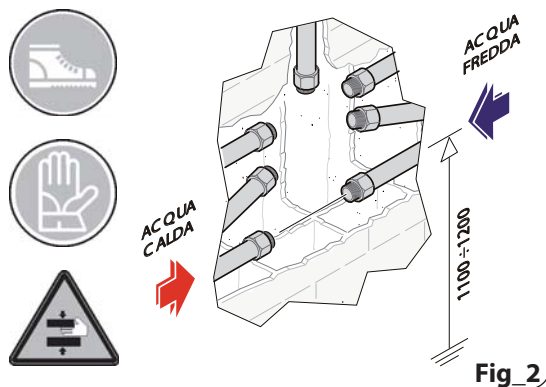

Fig. 2
2. Alloggiare i tubi idraulici per l'alimentazione dell'acqua fredda nella parte inferiore destra e dell'acqua calda nella parte inferiore sinistra. Nella parte superiore, alloggiare i tubi idraulici per l'erogazione ai servizi. (fig. 2) (deviatore).
2. Lodge the cold water supply pipes to the lower right hand side, while the hot water pipes to the left. On both the top area, lodge the sanitary supply pipes (diverter) (Fig. 2).
2. Den Kaltwasseranschluss unten rechts und den Warmwasseranschluss unten links unterbringen (Abb.2). Im oberen Bereich das Ansatzrohr für den Wasserauslauf (Umsteller) unterbringen.
2. Loger les tuyauteries hydrauliques pour l'alimentation en eau froide dans la partie inférieure droite et dans la partie inférieure gauche pour l'alimentation en eau chaude (Fig.2). Dans la partie supérieure, loger les tuyauteries hydrauliques pour la distribution (inverseur).